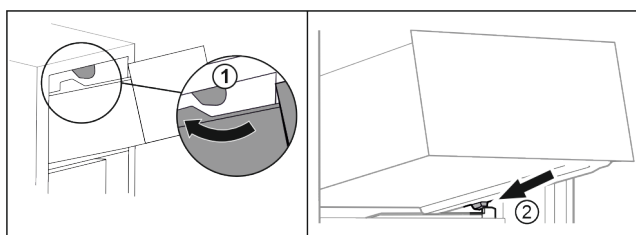

Fig. 88
- ▶ Poprowadzić szufladę wokół górnego stopera. Fig. 88 (1)
- ▶ Założyć szufladę pod skosem za dolnymi stoperami na żebro pojemnika. Fig. 88 (2)